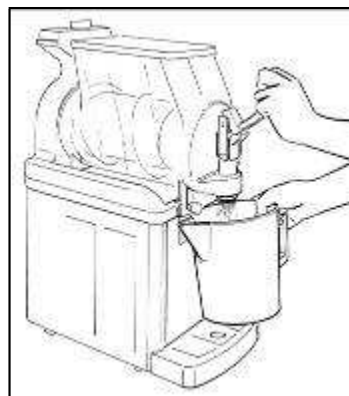

Рис. 26
- Оставить аппарат работать в режиме мойки на несколько минут, слить воду из контейнера и повторять эту операцию до тех пор, пока из контейнера не начнет выливаться прозрачная вода (Рис.26).